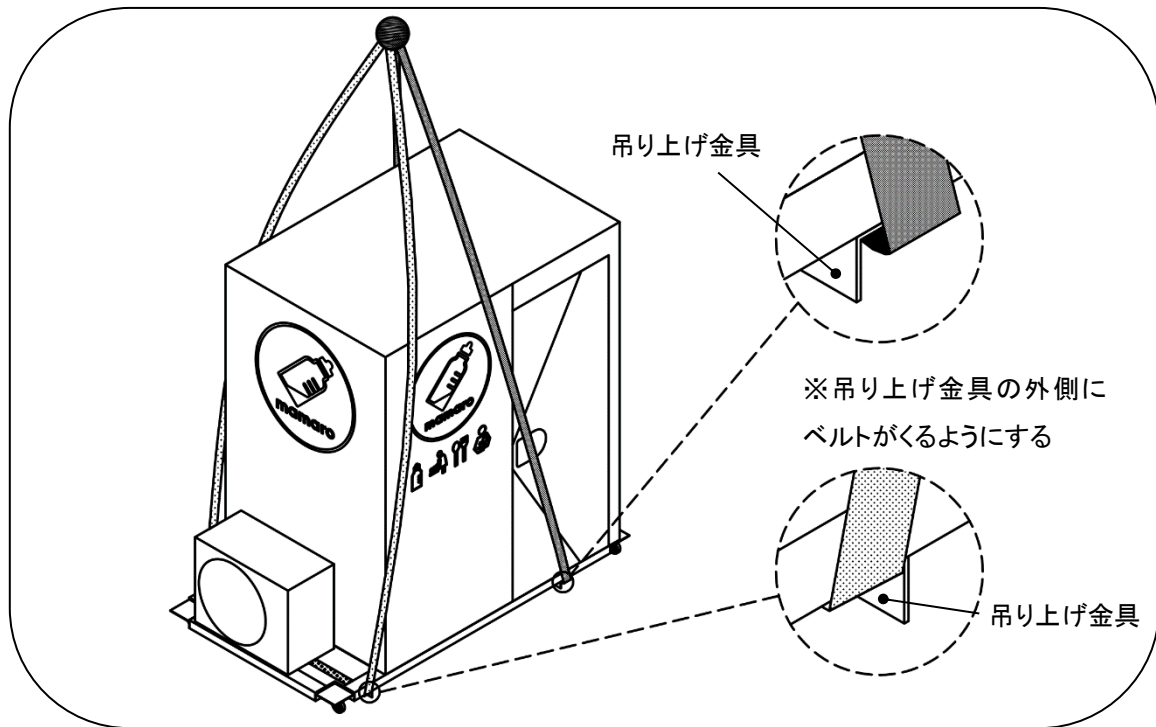

Fig. 3-3 吊り上げ用ベルトのかけ方
- ❗ 重心がエアコン側に寄っています。吊り上げ用ベルトを Fig. 3-3 のように前後の吊り上げ金具にかけ、2 本 4 点半掛け吊りにて垂直に吊り上げてください。このとき吊り上げるベルトと吊り上げ金具との位置関係は、必ず吊り上げ金具の外側にベルトが来るようにかけてください。
- ① ユニットのキャスターをロックしてください。ロック付きのキャスターは後面側 2 ヶ所になりますので両方ロックしてください。
- ② 吊り上げ用ベルトを Fig. 3-3 のように前後の吊り上げ金具にかけ、2 本 4 点半掛け吊りにて垂直に吊り上げてください。このとき吊り上げるベルトと吊り上げ金具との位置関係は、必ず吊り上げ金具の外側にベルトが来るようにかけてください。
- ③ 重心がエアコン側に寄っています。吊り上げ時は周囲の安全を確認し、荷振れ、接触等に注意し慎重に吊り上げてください。
- ④ 吊り上げ用ベルトは 9 m 以上のものを使用してください。2 本のベルトは同じ長さのベルトを使用してください。製品重量は約 280 kg です。